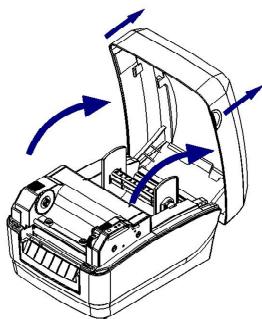

图 2.4.1
- 1) 双手沿箭头方向向上推动，打开打印机的上盖（见图 2.4.1）；